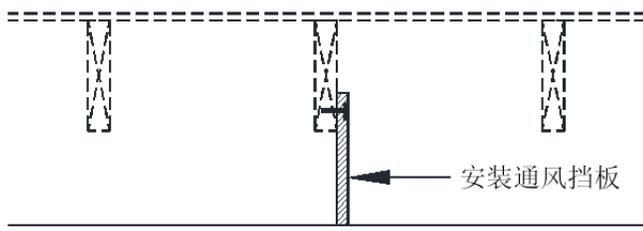
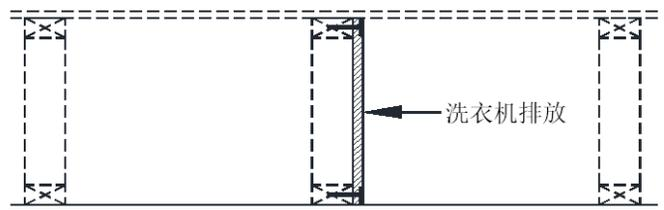

图 9: 吊顶处的通风挡板
图 10: 腹桁架处的通风挡板
**安装通风挡板。**当天花板不直接连接到上方地板托梁的下侧或地板托梁由开放式腹板桁架组成时，必须提供止风装置。安装通风挡板以创建不超过 1,000 平方英尺的相同大小的隐藏区域。通风挡板应平行于地板框架构件安装。参见图 9 和图 10。